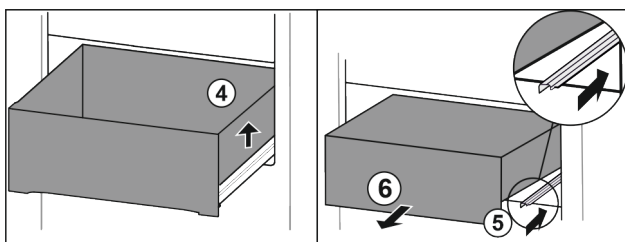

Fig. 91
- Nadzvedněte zásuvku vpravo. Fig. 91 (4)
- Zasuňte pravou kolejničku. Fig. 91 (5)
- Vyjměte zásuvku dopředu. Fig. 91 (6)